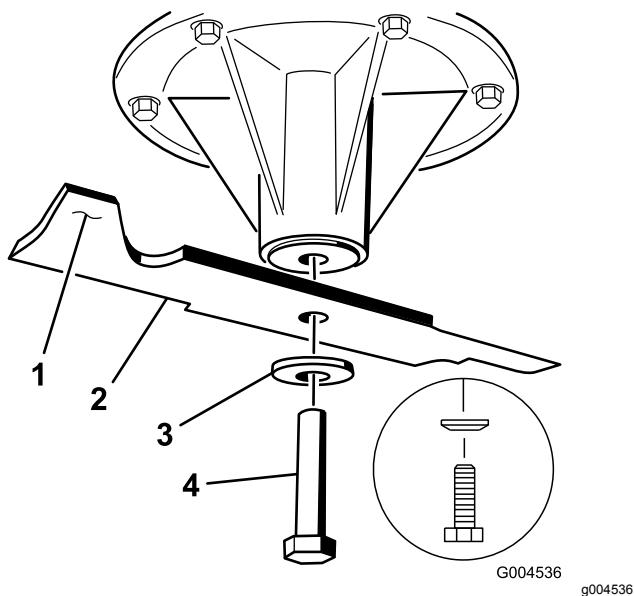

Figure 79
2. Placez la lame sur l'axe (Figure 79).
3. Montez la rondelle bombée et le boulon de lame (Figure 79).
Remarque: Le cône de la rondelle bombée doit être dirigé vers la tête du boulon (Figure 79).